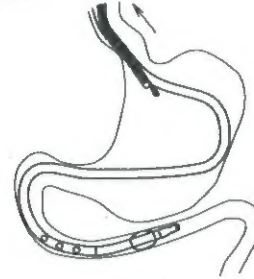

図20
4. 十二指腸下行脚に本品が挿入されたら、スネアを本品より外して内視鏡を抜去する。この時、チューブが一緒に抜けてしまうことがあるので、X線透視下で確認しながら丁寧に行うこと(図20)。(またバルーン部位が幽門輪の肛門側に到達してから、バルーンを少し膨らませて内視鏡を抜去する方法もある。)